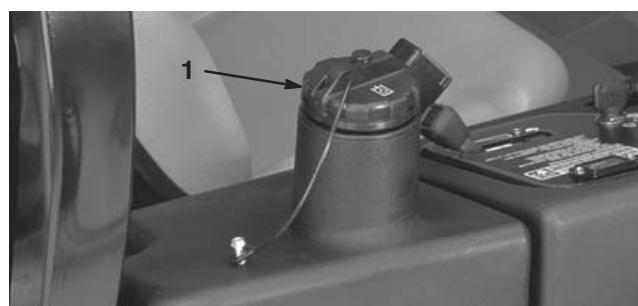

Figure 20
- Nettoyez la surface autour du goulot et du bouchon de remplissage du réservoir hydraulique (Fig. 20). Retirez le bouchon.